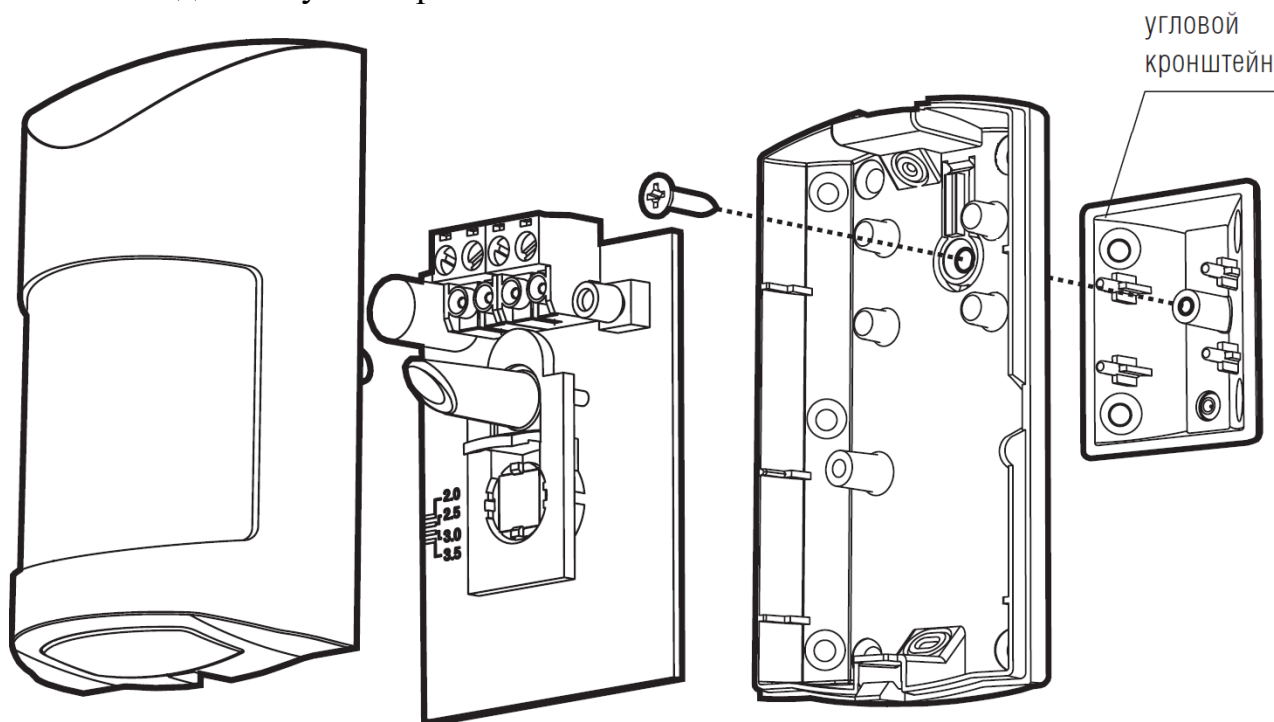

Рисунок 6.1
6.3.1 Извещатель устанавливается в следующей последовательности (см. рисунок 6.1):